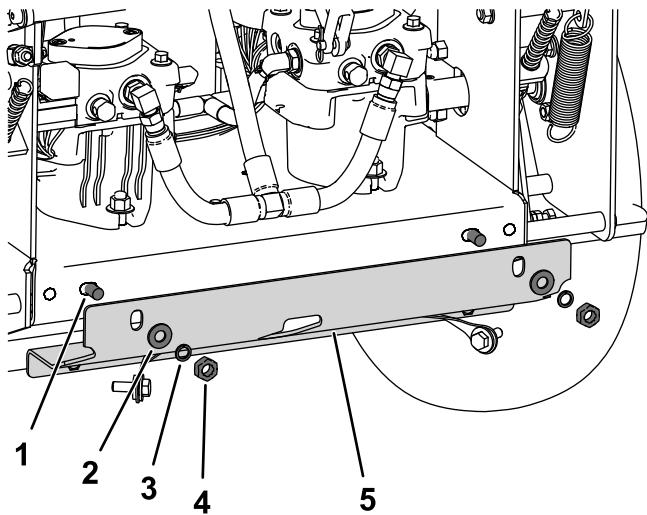

Figura 7
5. Instale el protector de la polea motriz en la parte trasera del bastidor del motor con 2 pernos de cuello cuadrado (M10 x 25 mm), arandelas pesadas (M10), arandelas de muelle y tuercas (M10) (Figura 7).